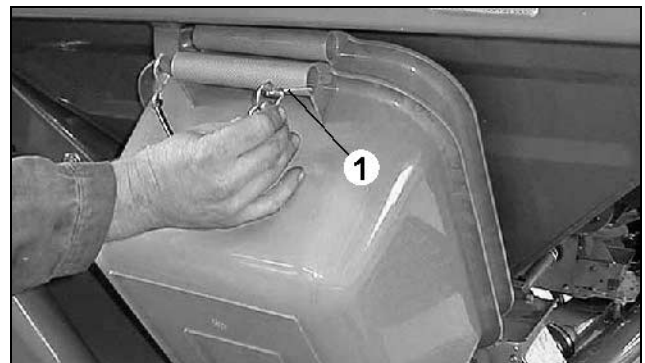

Fig. 68
- opfangningsbeholderne (Fig. 68) anbringes i holderne og sikres med ringbolte